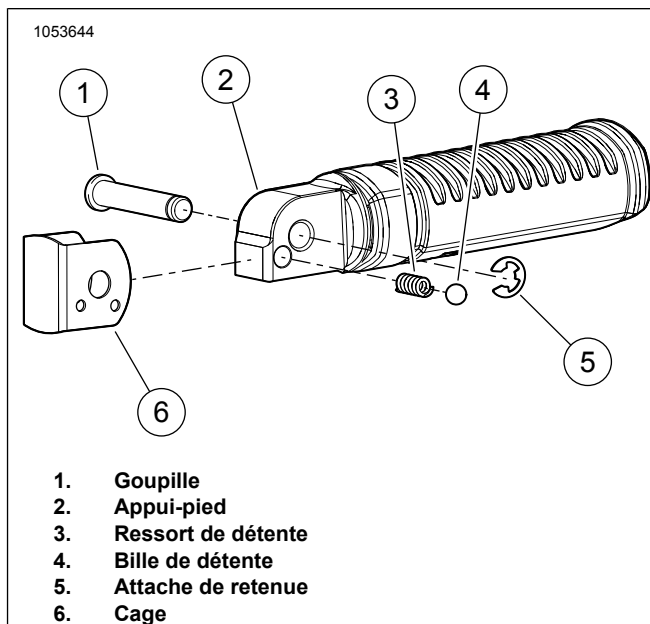

Figure 3. Pose de la bille de détente d'appui-pied passager
Voir Figure 3 . Retirer et conserver l'attache de retenue (5) et la goupille (1) pour une utilisation ultérieure.